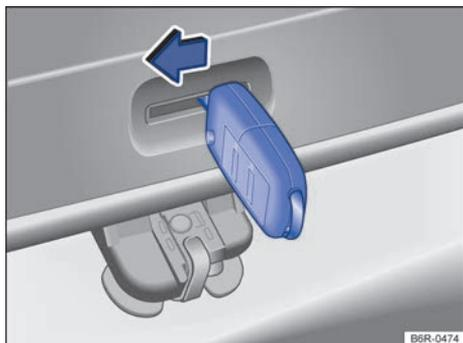

Fig. 152 Del lado de adentro del maletero: apertura de emergencia de la tapa trasera.
- Inserte la llave del vehículo en la apertura de la tapa trasera ⇒ fig. 152 y presione la palanca de desbloqueo en el sentido de la flecha para destapar la tapa trasera.